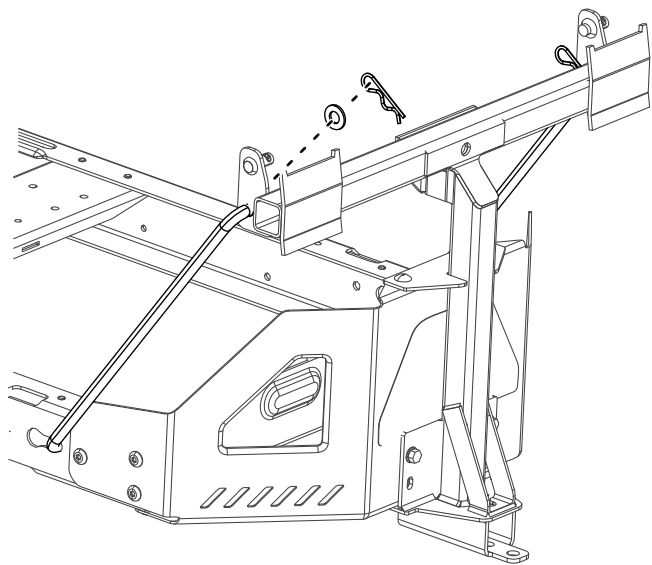

図 8
4. 機体フレームの左側にあるキー付きスロットに、ロッドの曲がって太い方の端部を差し込み、ロッドを後方にずらしてフレームに取り付ける図 8。
5. ロッドの曲がった方の端部を、図 8 のようにアタッチメントマウントに差し込み、各ロッドの端部をワッシャとヘアピンコッターで固定する。
2. ピボットフレームにピボットブラケットを取り付ける 図 8。